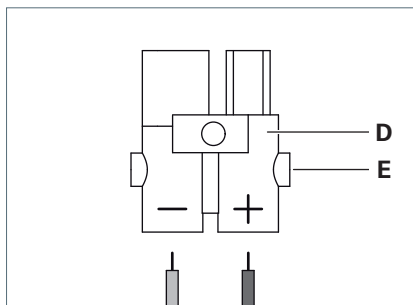

Fig. 4: Steckerbelegung.
- Lösen Sie die beiden Schrauben **E** von Stecker **D**, siehe Fig. 4.